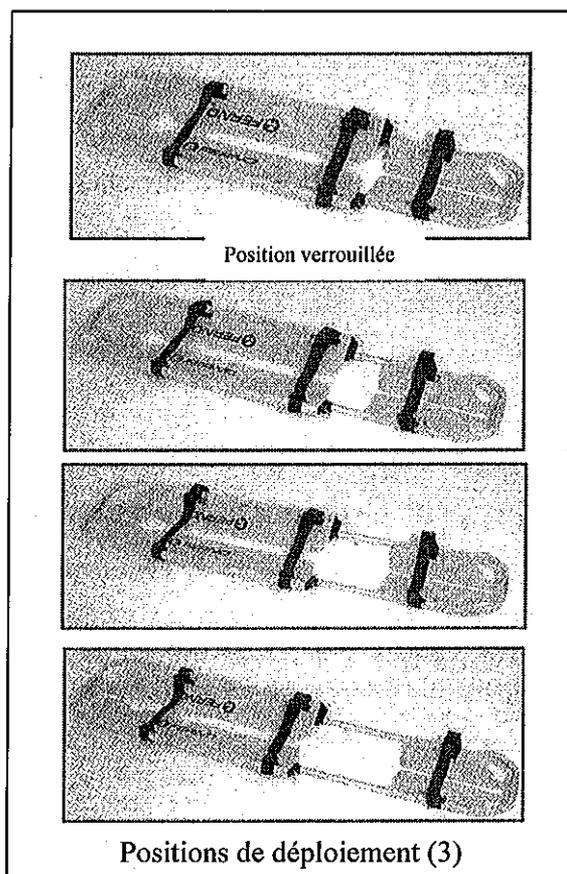

Figure 2 : Positions de la section Pieds
La civière est réglable en fonction de la taille du patient. La zone Pieds permet quatre positions de verrouillage : une position fermée et trois positions déployées (Figure 2).
2. Si nécessaire, tirez la zone Pieds vers l'extérieur, en vous arrêtant au niveau d'une position de verrouillage (Figure 2). Les positions de verrouillage sont matérialisées par les trous situés le long du cadre au niveau des pieds.
2. Poussez la zone Pieds vers l'intérieur, jusqu'à ce qu'elle soit au niveau de la position de verrouillage que vous souhaitez utiliser (Figure 2).